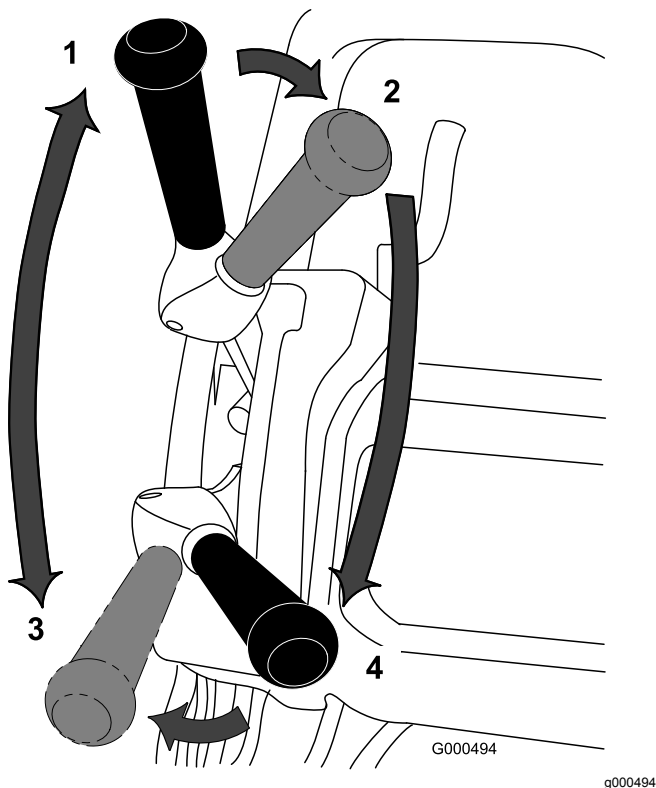

Bild 30
1. Lassen Sie den Motor an, stellen den Gasbedienungshebel auf verringerte Geschwindigkeit, drücken den Holm nach unten, um die Schneideinheit anzuheben, aktivieren die elektronische Sicherheit, schieben den Fahrantriebshebel in die Stellung „EINGEKUPPELT“ und transportieren Sie die Maschine an eine Ecke der Rasenfläche (Bild 30).
2. Bringen Sie den Fahrantriebshebel in die Stellung „Ausgekuppelt“ und kuppeln Sie den Spindelantriebshebel ein (Bild 30).
3. Stellen Sie den Fahrtriebshebel in die Stellung EINGEKUPPELT und geben Gas, bis die Maschine die gewünschte Fahrgeschwindigkeit erreicht hat. Fahren Sie die Maschine auf die Grünfläche, senken die Vorderseite der Maschine ab und beginnen Sie mit dem Mähen (Bild 30).